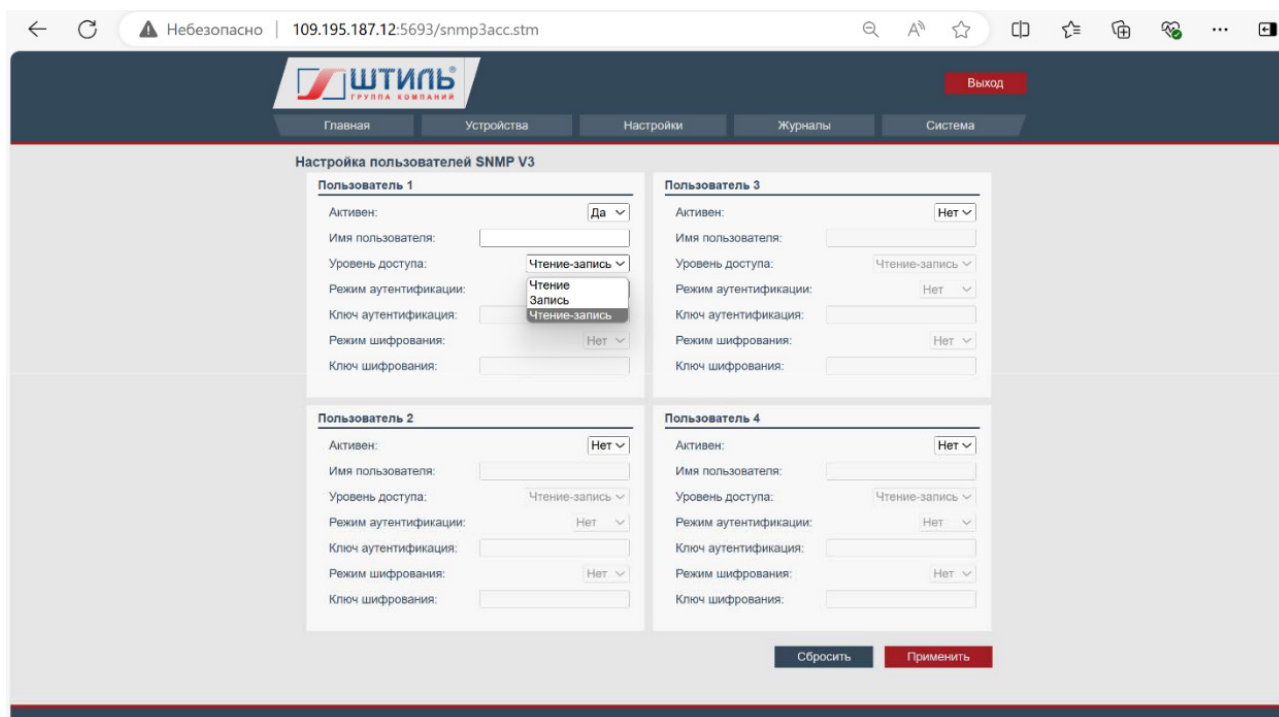

Рисунок A15 - Выбор уровня доступа пользователя протоколом SNMPV3
- устанавливается уровень доступа к протоколу SNMPV3 (см. рис. A15), как чтение, запись, чтение- запись данных;